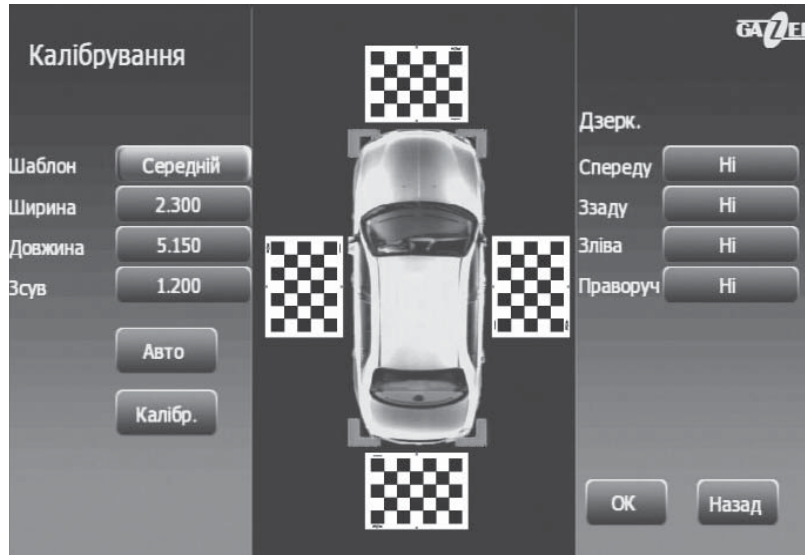

Рис. 9
- Після налаштування огляду камер поверніться в попереднє меню, використовуючи кнопку «Назад» на пульті ДК. У відповідні поля введіть значення L (Довжина), W (Ширина), P (Зсув) відповідно до Ваших даних, потім оберіть пункт меню «Авто» (Рис. 9). Якщо калібрування здійснено успішно, на екрані буде відображено панорамне зображення автомобіля в ракурсі «вид зверху», без сліпих зон (Рис. 9).